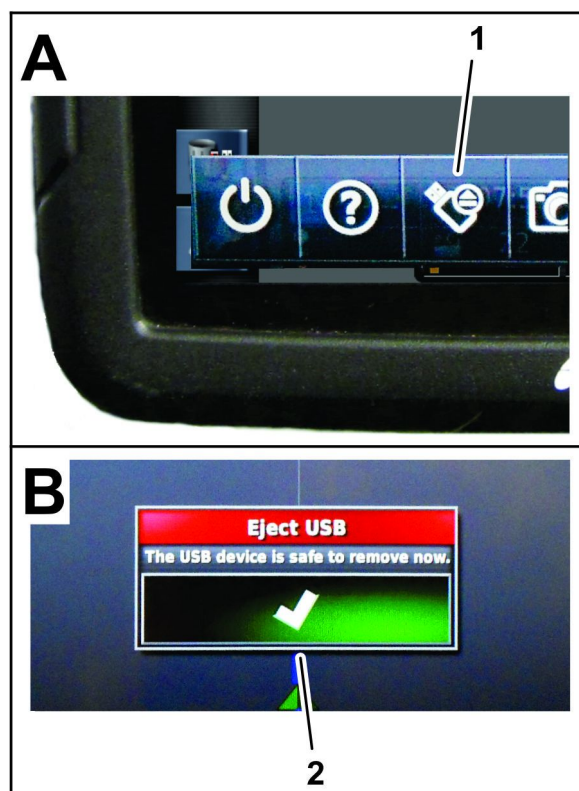

Figura 33
8. Deslice el dedo sobre la pantalla para tener acceso a la barra de menús flotante (Figura 33).
9. Pulse el icono EXPULSAR USB (Figura 33).
10. En el cuadro de diálogo Expulsar USB, pulse el icono Confirmar y retire el dispositivo de almacenamiento USB de la consola de control (Figura 33).